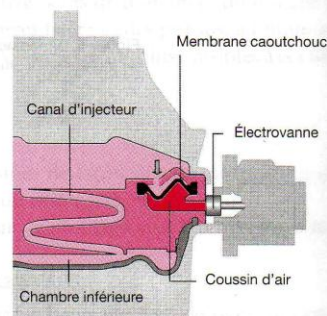

Figure 5.24. Fonctionnement en roulage
- En roulage, l'électrovanne est fermée (fig. 5.24), formant un coussin d'air de grande résistance sous la membrane en caoutchouc.
Les plus grandes amplitudes des vibrations moteur repoussent l'huile hydraulique à travers le « canal d'injecteur » (fig. 5.24), dans la chambre inférieure, entraînant la déformation du soufflet caoutchouc, et la réduction des grandes oscillations du moteur.
Les petites oscillations sont toujours absorbées par la déformation de la petite membrane en caoutchouc (fig. 5.24).